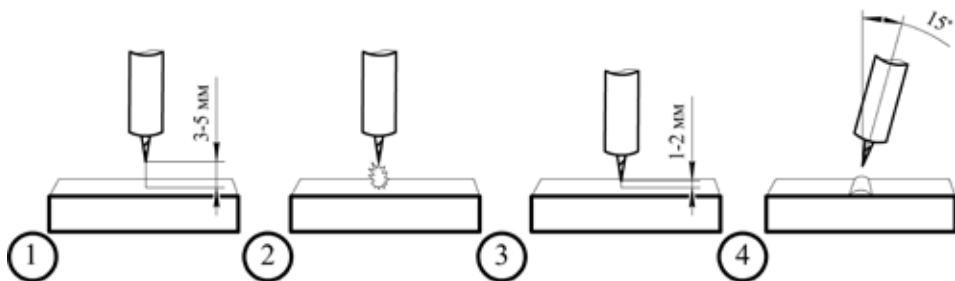

Рис. 7.4. Высокочастотный поджиг дуги.
**Высокочастотный поджиг HF** - позволяет зажечь TIG дугу без касания к изделию. Основное преимущество в том, что при зажигании дуги в основном металле не остается вольфрамовых включений (см. рисунок 7.4).